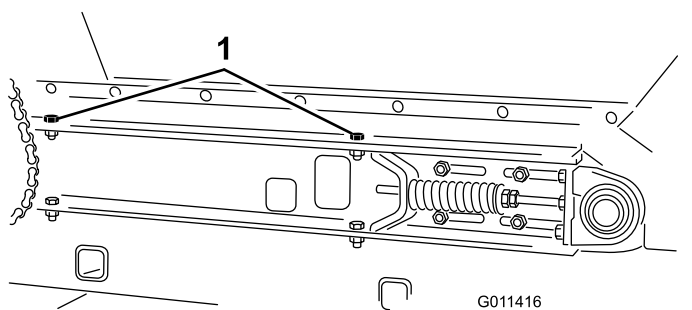

図 32
4. 機体の両側でホッパーをスライダベッドに固定しているキャップスクリュ2本、ワッシャ、ナットを外す 図 32。